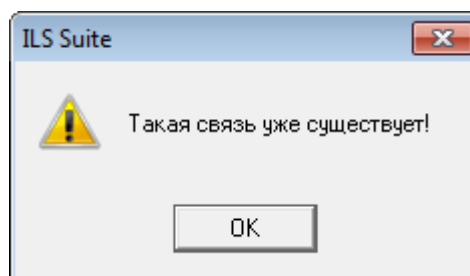

Рис. 13-524 – Связь бюллетеня с экземпляром ВС уже существует
4) Отображается диалоговое окно для подтверждения создания связи. Нажать кнопку «Да» – в результате будет установлена связь между бюллетенем и компонентом (рис. 13-524).